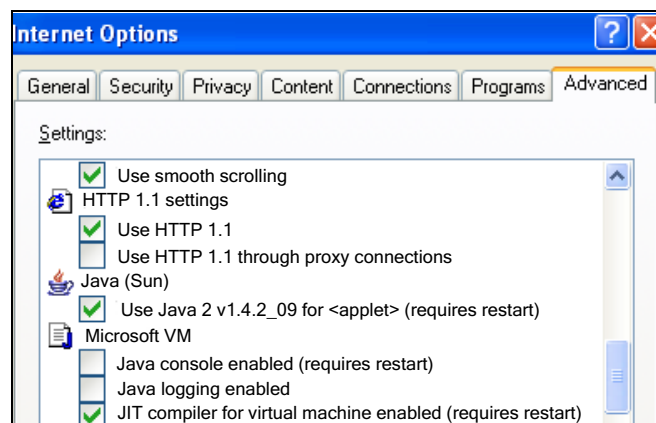

FIG. 32: Les options Java pour l'Internet
9. Le logiciel EasyKey du TOF 200 nécessite l'exécution du programme Java de Sun. Ouvrir l'onglet avancé d'options du navigateur Web, choisir Java (Sun) et décocher l'option Microsoft VM. Voir FIG. 32. Si l'option pour le programme Java de Sun n'est pas disponible, suivre la procédure **Exécution du logiciel** et charger le programme Java de Sun à l'affichage de l'écran et du lien concernés.